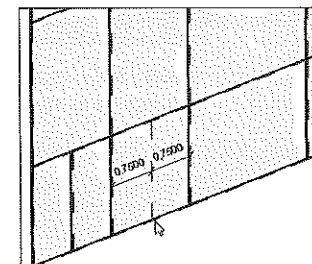

Figura 13.18 – Inserção de somente uma linha de eixo.
- **Um segmento:** insere somente uma linha de eixo onde o preview aparece. Por exemplo, podemos subdividir painéis com essa opção, como mostra a Figura 13.18.